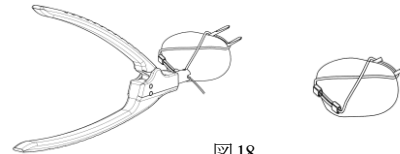

図 18
- 8) ケーブルカッター G の丸穴開口部よりケーブルを通し、U 字溝へ案内させます。可能な限りスリーブ部にケーブルカッターを密着させ、ケーブル残余部 (左右) を切断します。(図 18)